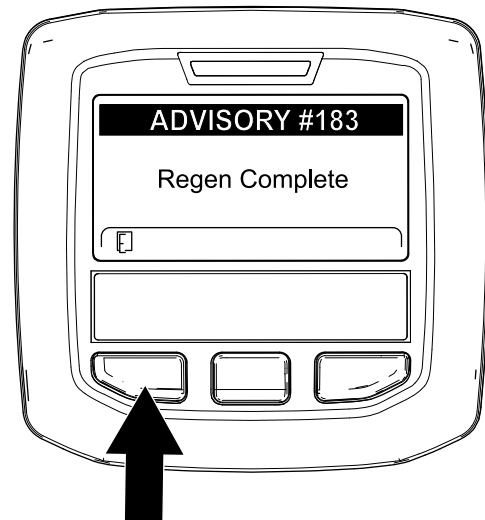

Figure 68
- Quand le calculateur moteur achève une régénération en stationnement ou une d'urgence, l'InfoCenter affiche l'AVIS N° 183 (Figure 68). Appuyez sur le bouton gauche pour revenir à l'écran d'accueil.
Remarque: Si la régénération échoue, l'InfoCenter affiche l'avis n° 184 (Figure 68). Appuyez sur le bouton gauche pour revenir à l'écran d'accueil.